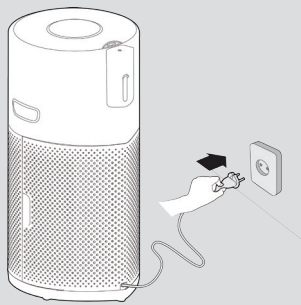

Fig. 3
**Tilslut udstyret til strømmen [Fig. 3]:**